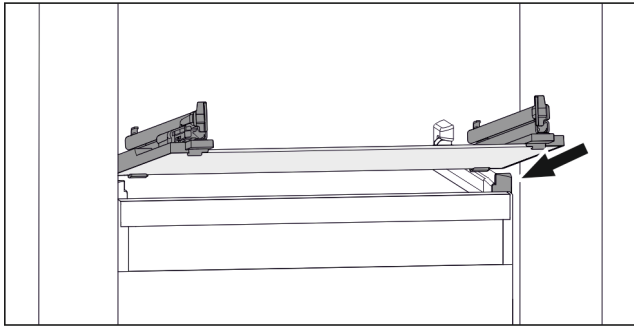

Fig. 73 Beispielhafte Darstellung der Glasplatte
- ▶ Glasplatte schräg hinter den Stopperrn aufsetzen. (siehe Fig. 73)